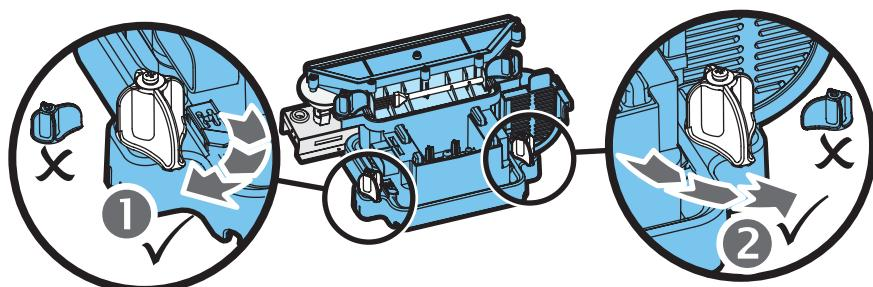

Fig.9
5. Suelte las lengüetas inferiores de bloqueo del sumidero girándolas 90°; esto permite que el sumidero se levante por completo de su ubicación. (Vea la Fig. 9)